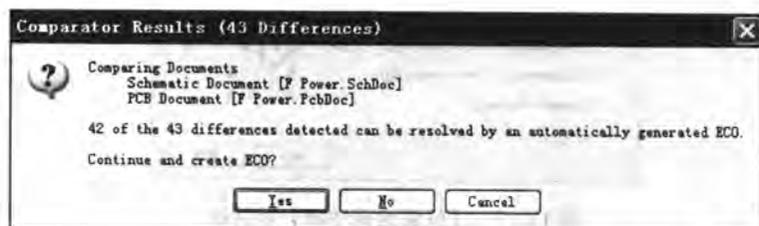

图 11-20 【Comparator Results】对话框
- [6] 单击 按钮后，系统弹出【Comparator Results】对话框，如图 11-20 所示。明确显示了当前 PCB 文件和原理图文件的比较结果，共有多少个差异及其中有多少个可以被执行更新操作。